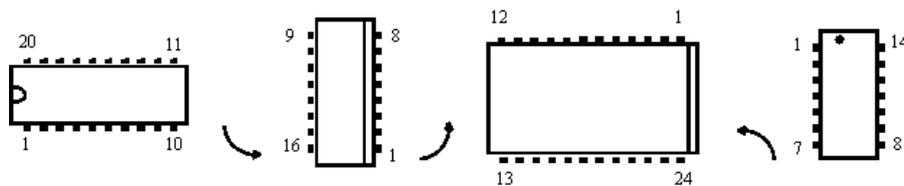

Figura 3 - Vista superior, em diferentes posições, da pinagem de um CI e suas diferentes formas de indicação.
I.3- O Circuito Integrado (CI)
A importância do estudo de portas lógicas está no fato de representarem os elementos básicos de construção da maioria dos circuitos digitais práticos. Quando se deseja construir um circuito lógico (ou digital) relativamente simples, usa-se o *kit* de laboratório inserindo-se circuitos integrados (CI's) digitais na área de montagem. A maioria dos CI's já é padronizada, e os mais comuns pertencem à série denominada 74xx. Os mais simples utilizam a tecnologia de Integração em Pequena Escala (SSI - Small Scale Integration). Como exemplo, veja o CI 7408, que contém quatro portas AND (E), cuja relação de suas entradas e saídas com os terminais pode ser vista na figura 3. Além de seu diagrama, são mostradas também as quatro formas de encapsulamento desse *chip* (CI), sendo que as duas primeiras são versões com pinos constituídas de tipos diferentes de material e as outras são versões cujos terminais não transpassam a placa de circuito impresso, ou seja, são destinadas a montagem em superfície (SMD – Surface Mouted Device).
Figura 3 – (a) Tipos de encapsulamentos e pinagem do 7408 associada a seu diagrama lógico; (b) na forma convencional e (c) conforme padrões IEC (europeu) e ANSI/IEEE (norte americano).